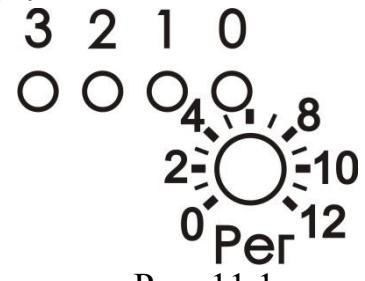

Рис. 11.1
11.3.1 Установить регулятор «Рег» в положение «0» (см. рис. 11.1).